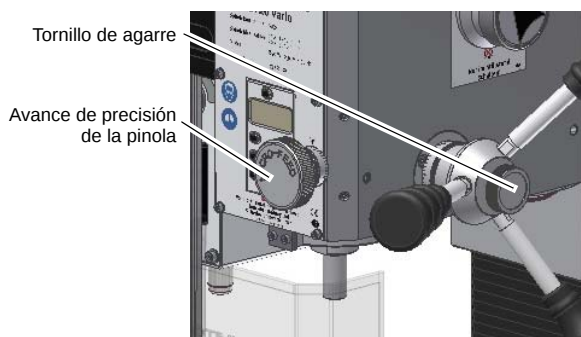

Fig.4-7: Avance de precisión
- Afloje tornillo de agarre (ver Fig. 4-7: “Avance de precisión” en página 34) .